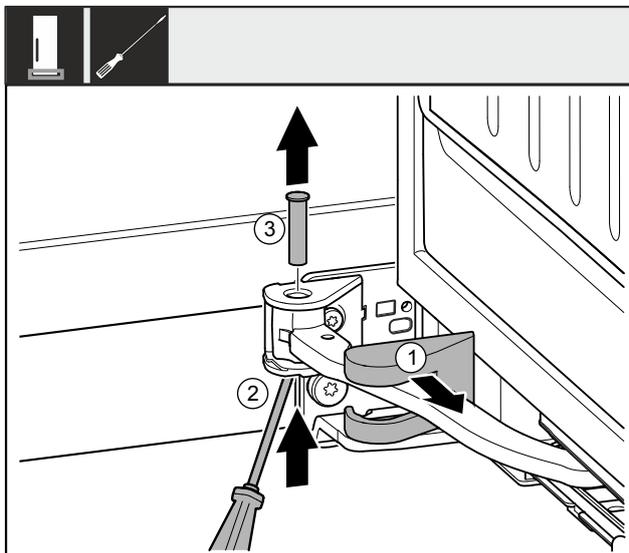

Fig. 9
- ▶ Lagerbockabdeckung Fig. 9 (1) abziehen und entlang des Gelenks verschieben.
- ▶ Bolzen Fig. 9 (2) mit Schraubendreher von unten anheben.
- ▶ Bolzen Fig. 9 (3) von oben herausziehen.